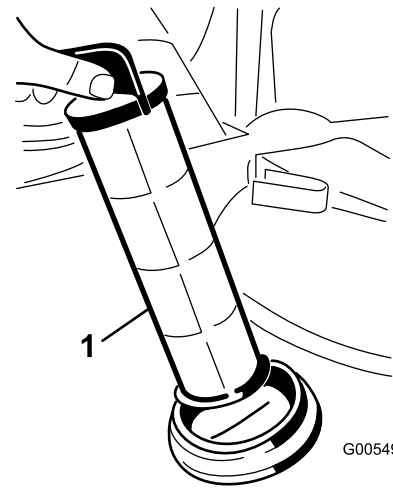

Bild 17
4. Ziehen Sie das Saugsieb aus dem Siebgehäuse im Behälter (Bild 17).